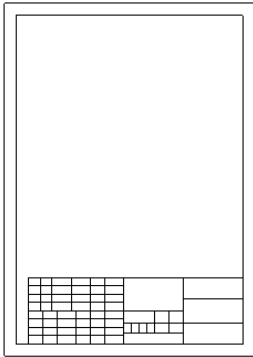
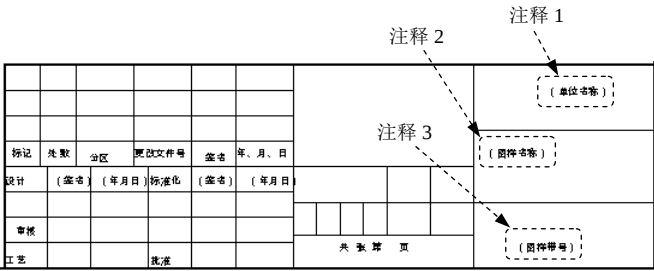
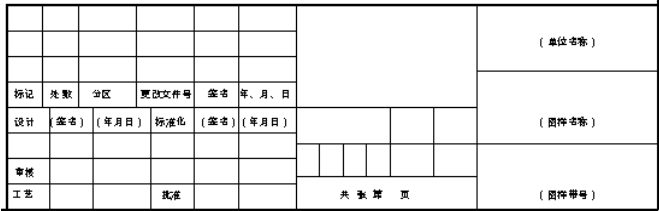

图 6.1.12 隐藏尺寸标注
图 6.1.13 添加注释
图 6.1.14 对齐注释文字
Step4. 隐藏尺寸标注。在设计树中选中 **注解**，右击，在弹出的快捷菜单中选择 **显示参考尺寸 (Q)**，如图 6.1.12 所示。
Step5. 添加注释文字。选择下拉菜单 **插入(I)** → **注解(A)** → **A 注解(N)** 命令，系统弹出“注释”对话框；单击 **引线(L)** 区域中的无引线按钮 ；在图 6.1.12 中的标题栏内分别创建图 6.1.13 所示的注释文本。
Step6. 调整注释文字。选择图 6.1.13 所示的注释 1、注释 2 和注释 3，右击，在弹出的快捷菜单中选择 **对齐** → **竖直对齐 (V)** 命令，将注释 1、注释 2 和注释 3 竖直对齐。以同样的方式对齐其他注释，完成对齐后如图 6.1.14 所示。